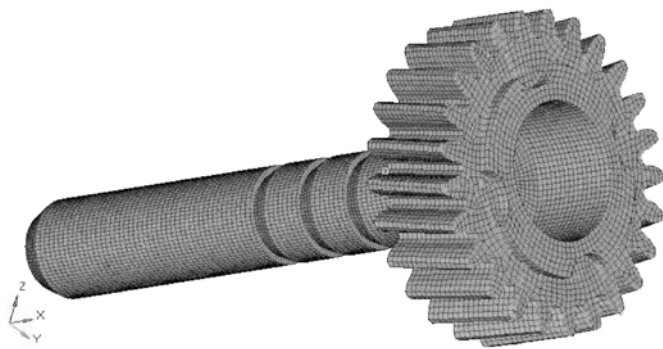

图 5-95 生成所有 3D 网格
(1) 进入 tool>organize 面板。
(2) 进入 collector 子面板。
(3) 单击 elems 选择器, 在弹出菜单中选择 displayed。
(4) 在 dest component=中选择 3d_elem。
(5) 单击 move 按钮, 最终模型如图 5-95 所示。
(6) 在 model browser 中选中除 3d_elem 外的其他 component, 单击右键在弹出菜单中选择 delete 删除选中的 component。
(7) 单击 “保存” 按钮, 保存以上工作。